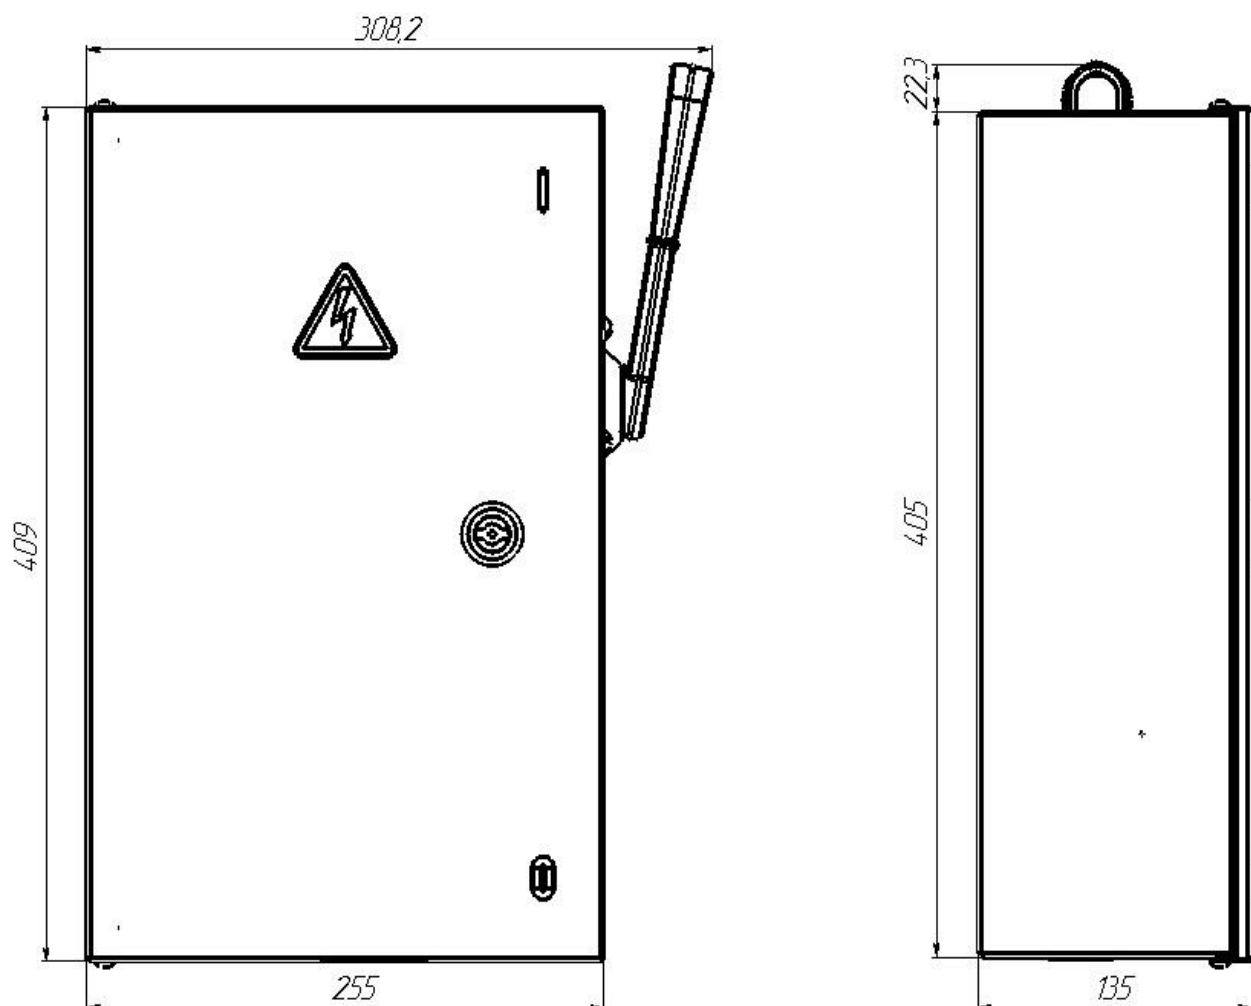

Рис.1 Внешний вид, габаритные и установочные размеры корпуса ящика силового ЯРП-100-IP54-У3-009-Узола.
2.13 Габаритные и установочные размеры	- см. рис.1;